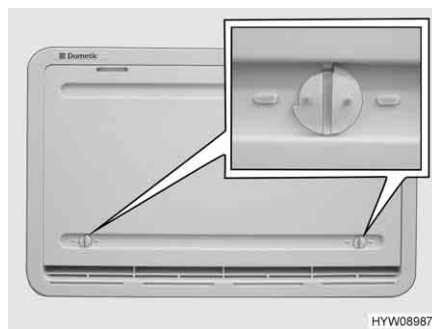

Fig. 224 Copertura invernale
Se il funzionamento del frigorifero avviene a basse temperature esterne, il produttore consiglia l'utilizzo di una copertura invernale (Fig. 224) per la griglia di aerazione del frigorifero.
- Aprire entrambi i bloccaggi (Fig. 224), la scanalatura risulterà orizzontale.